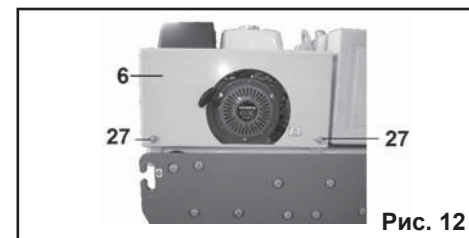

Рис. 12
8.1.2. Для проверки уровня масла в картере двигателя снимите капот (6). Для этого открутите четыре барашковых винта (27) (Рис. 12, 13).
8.1.9. Установите капот (6) на место, зафиксируйте его четырьмя барашковыми винтами (27) (Рис. 12, 13).